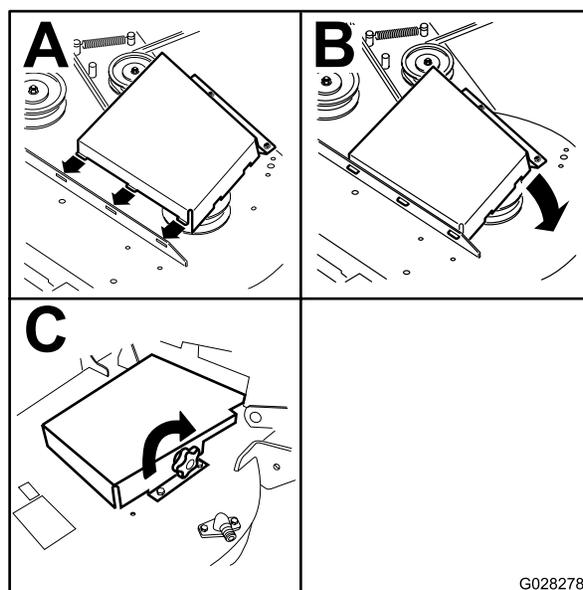

Figure 67
- Posez les couvercles de courroie (Figure 67).